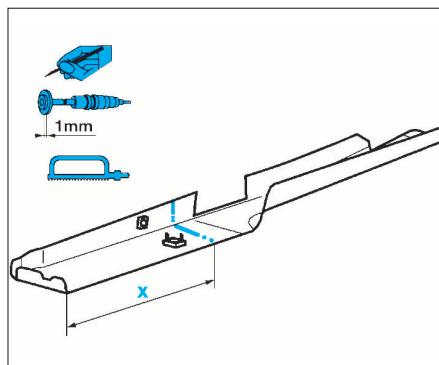

FIG. 2
- Tracer et découper selon (Fig.2).